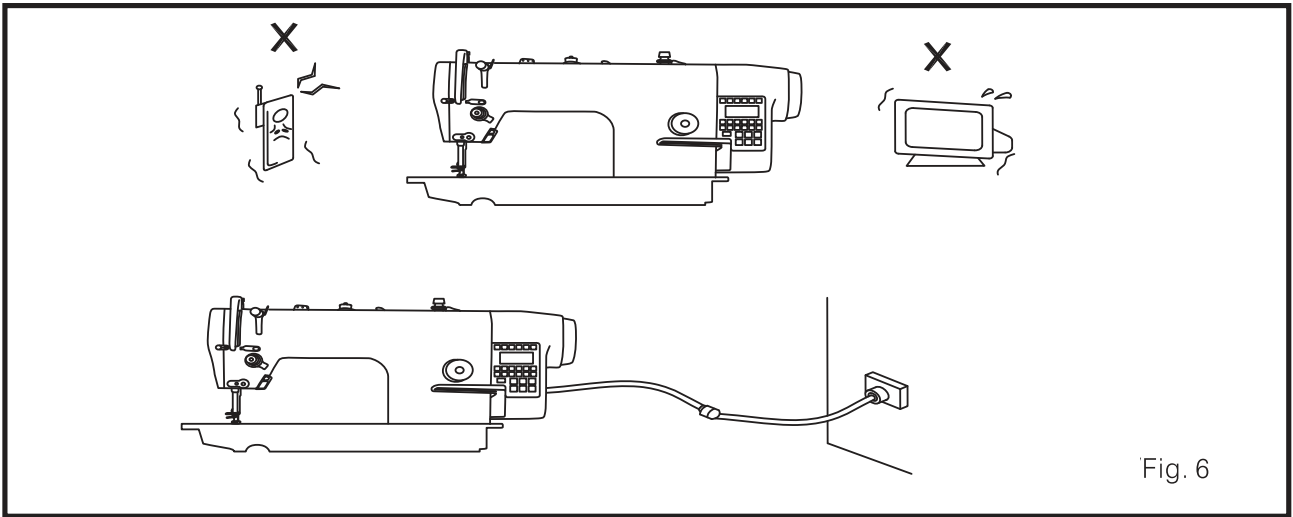

Fig. 6
1. Não instale a máquina de costura perto de equipamentos como televisão, rádio ou telefone sem fio. Esses equipamentos sofrerão interferência eletrônica neste caso. (Fig. 6)